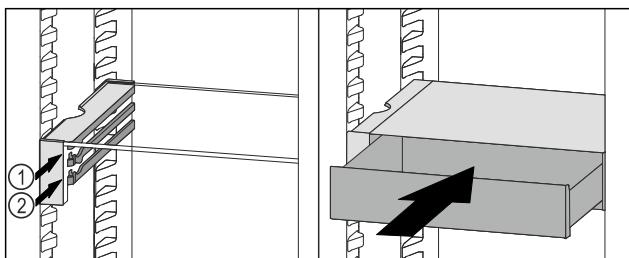

Fig. 90
- ▶ Поставете чекмеджето на VarioSafe зад ограничителите върху желаното ребро Fig. 90 (1) или Fig. 90 (2).